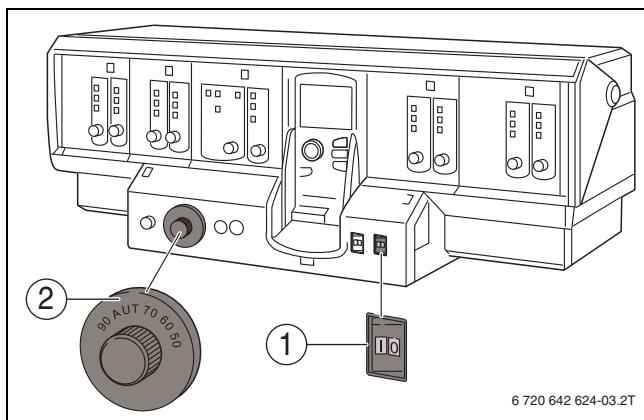

Рис. 39 Включите отопительную установку на системе управления (Logamatic 4000)
- Переведите пусковой выключатель (→ рис. 39 [1]) на обоих системах управления в положение I (ВКЛ).